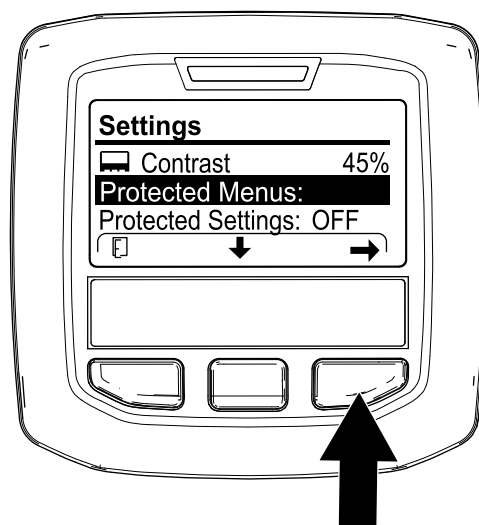

Figura 123
4. Pulse el botón central del InfoCenter hasta que se seleccione la opción PROTECTED MENUS (Menús protegidos) (Figura 123), pulse el botón